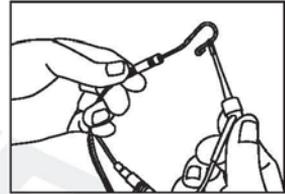

Рис. 7
- г) Прикоснитесь загубником к металлическому изгибу файлодержателя [как показано на Рис. 7]. Все командные полосы высвечиваются на ЖК-экране [как показано на Рис. 8(в)], сопровождаемые продолжительным звуковым сигналом.